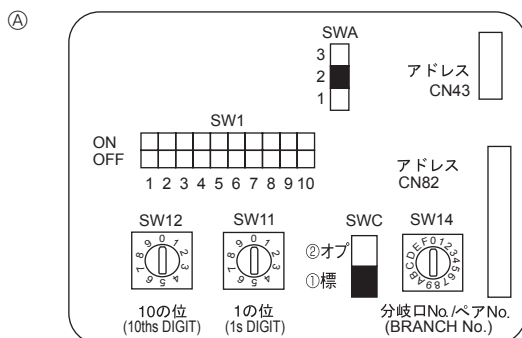

Fig. 6-4
6.5. Configuración de las direcciones (Fig. 6-4)
6.6. Ajuste del interruptor según la altura del techo (Fig.6-4)
6.7. Captar la temperatura de la sala con el sensor incorporado en el mando a distancia (Fig.6-4)